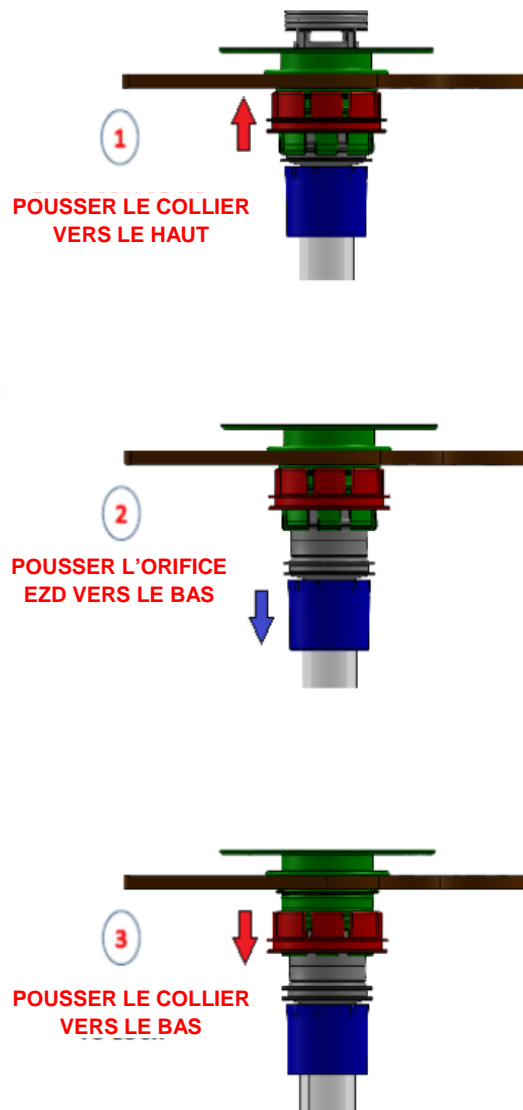

Figure 18 : Passage de la position fermée à ouverte (interrompt l'écoulement du fluide)
16. Confirmer que le tuyau d'évacuation est complètement fermé en faisant coulisser le collier de verrouillage vers le haut jusqu'à entendre un déclic, puis pousser fermement vers le bas sur le BarbLock®* bleu pour fermer le tuyau d'évacuation, et faire coulisser le collier de verrouillage vers le bas de nouveau pour le verrouiller (Figure 18).